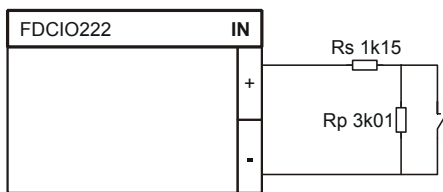
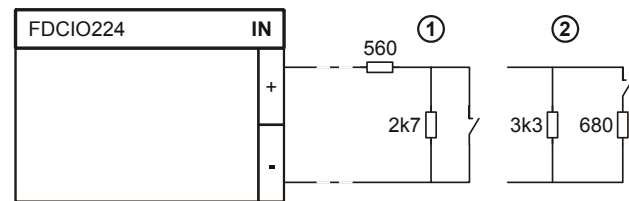

Рис. 6
Рис. 7
3. Подключите резисторы к входным клеммам (рис. 6 и рис. 7). Резисторы включаются в конце линии !